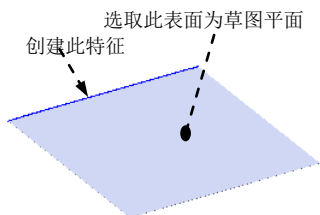
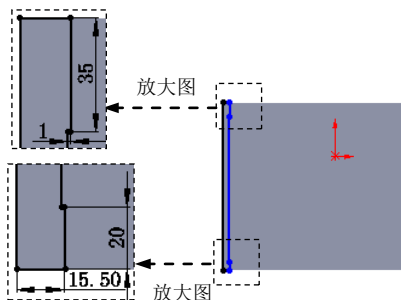

图 17.12.13 创建切除—拉伸 1
图 17.12.14 横断面草图
Step2. 创建图 17.12.13 所示的切除—拉伸 1。选择下拉菜单**插入(I)** → **切除(C)** →  **拉伸(E)...**命令；选取图 17.12.13 所示的模型表面作为草图平面，绘制图 17.12.14 所示的横断面草图；在**方向1**区域的下拉列表中选择**完全贯穿**选项。单击按钮，完成切除—拉伸 1 的创建。